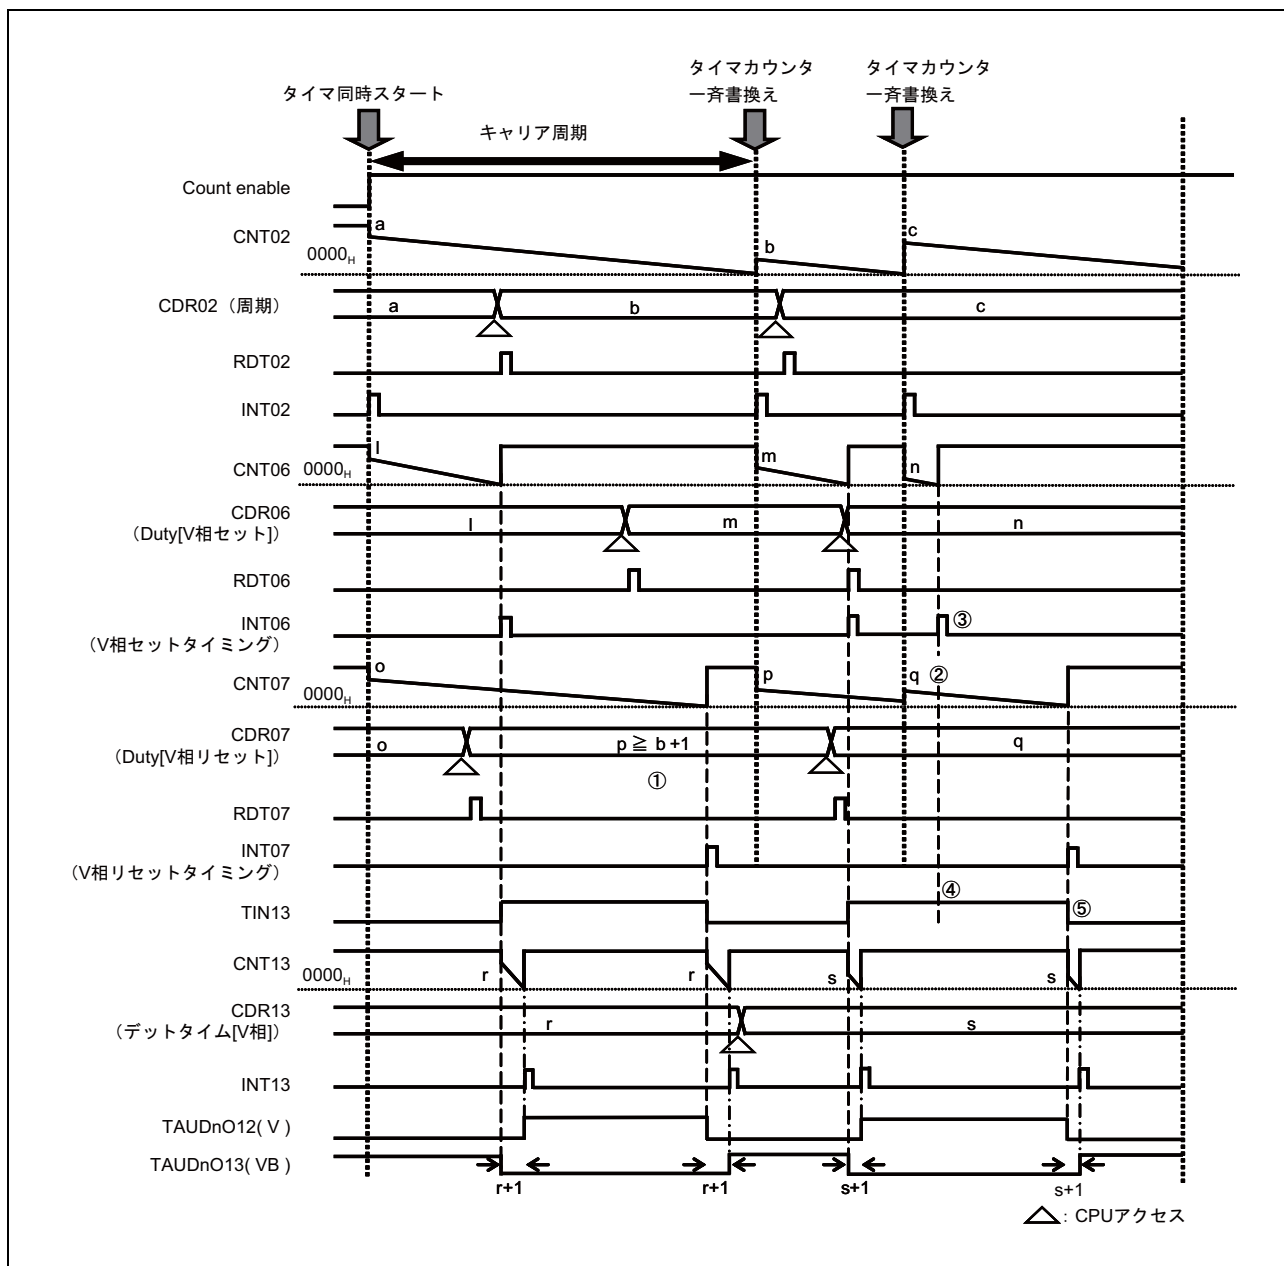

図 29.8 クリアタイミング設定値>キャリア周期設定値 (V相、VB相)
CH07設定値をCH02設定値より大きくした場合(図29.8①)、V相クリアタイミング信号(INT07)発生前に、キャリア周期タイマのアンダーフローが発生し、設定値はリロードされます(図29.8②)。そのため、本来発生すべきV相クリアタイミング信号(INT07)は発生せず、V相セットタイミング信号(INT06)が連続して発生します(図29.8③)。この時、PIC回路内にてV相セットタイミング信号は無視されるためPWM出力波形に影響はなく(図29.8④)、出力されるPWM出力はキャリア周期をまたぐ波形が出力されます(図29.8⑤)。